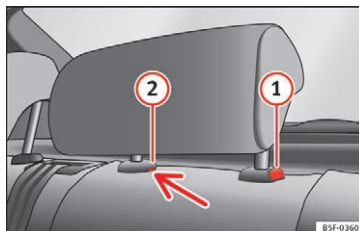

Fig. 129 Midterste hovedstøtte bagi: udløserpunkt
– Skub hovedstøtten nedad, mens du trykker på knappen  »» Fig. 129 for at indstille hovedstøtten nedad.